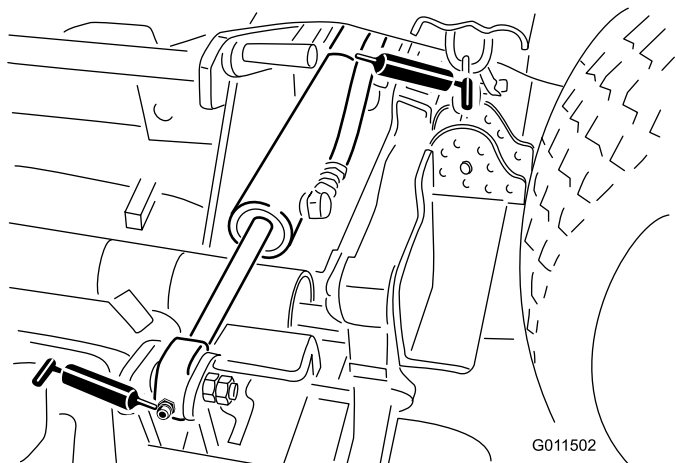

Figure 46
Vérin de relevage latéral (4) (Figure 46).